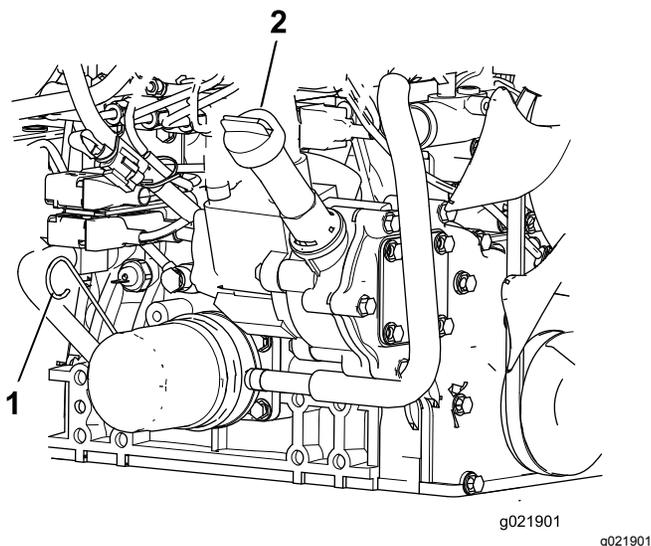

Рисунок 72
3. Извлеките масломерный щуп, протрите его, вставьте в трубку и снова извлеките. Уровень масла должен находиться между отметками FULL (Полный) и ADD (ДОБАВИТЬ) (Рисунок 72).
4. Если уровень масла низкий, снимите крышку заливной горловины и добавляйте масло до тех пор, пока его уровень не будет находиться между отметками FULL (Полный) и ADD (ДОБАВИТЬ) (Рисунок 72).